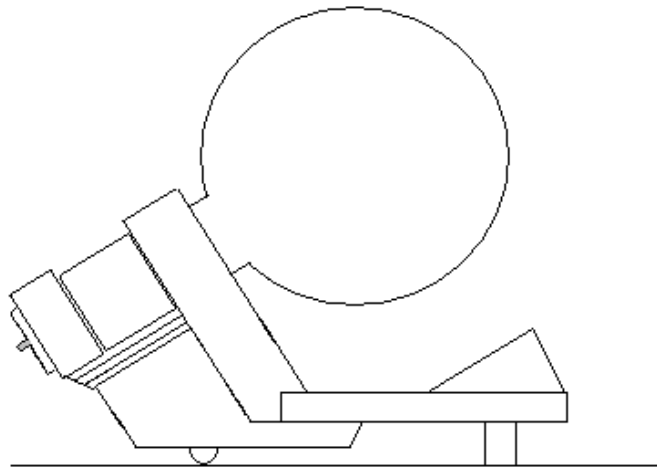

Fig. 1 Aufbau einer Röhre
- Röhre mit leichtem Druck in die Fassung schieben bis die Stiftkontakte vollständig in der Fassung sitzen, dabei auf eindeutige Position des Führungstiftes achten (siehe Fig. 1).